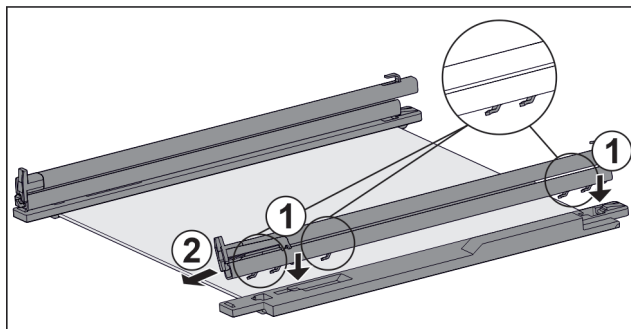

Fig. 114 Sklenená doska s koľajničkami a prídržnými dielmi
- ▶ Nasadte háky koľajničky na otvory **ľavého** pridrzného dielu. *Fig. 114 (1)*
- ▶ Potiahnite koľajničku dopredu. *Fig. 114 (2)*
- ▶ Nasadte háky koľajničky na otvory **pravého** pridrzného dielu. *Fig. 114 (1)*